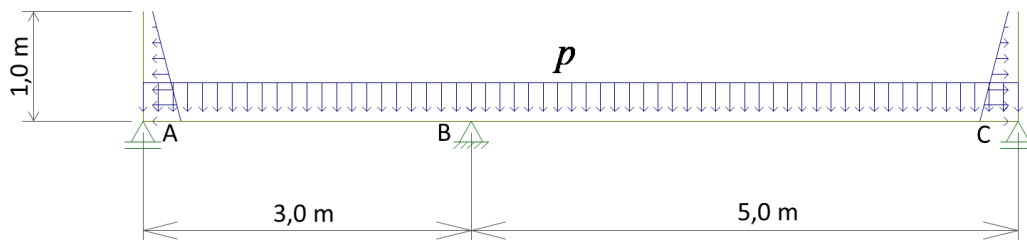

Figura 1 – Seção transversal do reservatório para tratamento de bambu.
**Questão 2 (4,0):** Considere o tanque para tratamento de varas de bambu, cuja seção transversal é ilustrada na Figura 1. O reservatório é apoiado sobre três vigas longitudinais e é suficientemente longo para ser bem representado por uma viga poligonal de base unitária. As condições do problema permitem reduzi-lo a uma viga poligonal uma vez hiperestática conforme ilustra a Figura 2. O peso específico do líquido ( $\gamma$ ) é dado em função do último algarismo não-nulo de seu número USP, conforme a tabela abaixo:
- A pressão  $p$  exercida pelo líquido é dada pelo peso específico multiplicado pela altura do líquido por unidade de comprimento. Nas paredes a pressão é máxima no fundo reservatório e nula na superfície, assumindo, portanto, uma distribuição triangular, como ilustrado na figura 1: